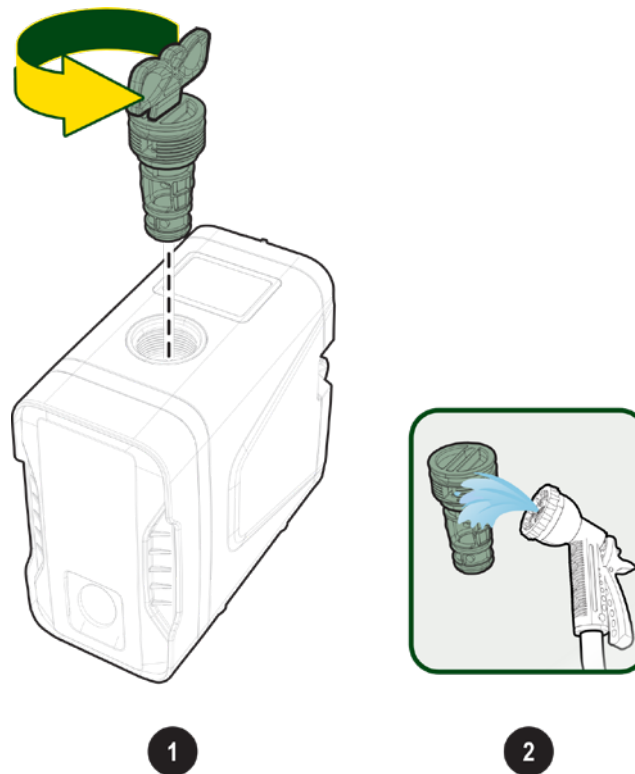

Fig. 22 Pulizia valvola di non ritorno
- con l'utilizzo dell'accessorio chiave rimuovere il tappo (vedi Fig. 22 Pulizia valvola di non ritorno);